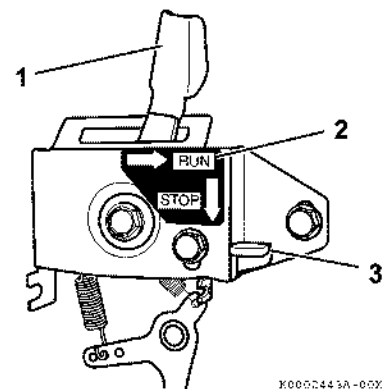

Рис. 35
Рычаг регулировки оборотов двигателя (Рис. 35, (1)) в положении RUN (РАБОТА) (Рис. 35, (2)) для рабочего режима генератора. Чтобы остановить генератор, поверните ключ зажигания в положение OFF (ВЫКЛ.) или опустите рычаг останова (Рис. 35, (3)) и рычаг регулировки оборотов двигателя (Рис. 35, (1)), имеющий пружинный механизм, который вернет рычаг в положение останова.